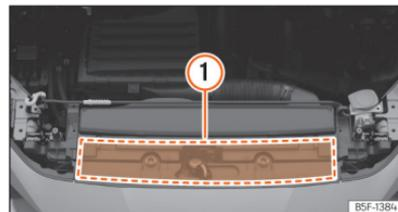

Abb. 241 Im Motorraum: Position des Aufklebers mit Motoröl-Spezifikationen
raums »» **(Abb. 241)** ① Bei Verwendung des empfohlenen Motoröls kann das Motoröl so oft wie erforderlich nachgefüllt werden.